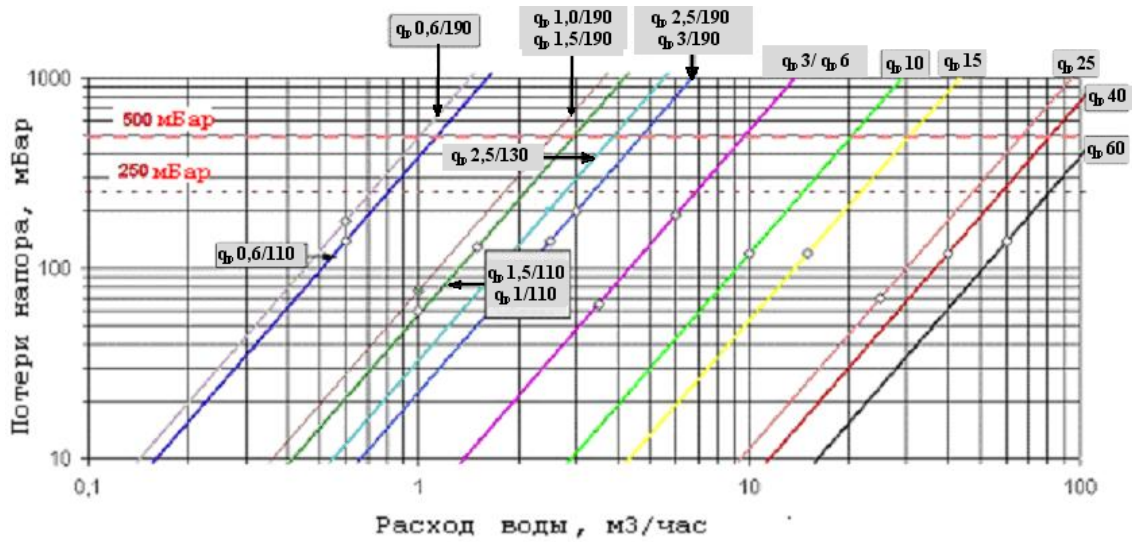

Рис. 1. Графики потерь напора на расходомере, где Q_n – номинальный расход/
3.2. Индивидуальные технические характеристики основных моделей расходомеров приведены в табл. 1. Графики потерь напора на расходомере приведены на рис.1.